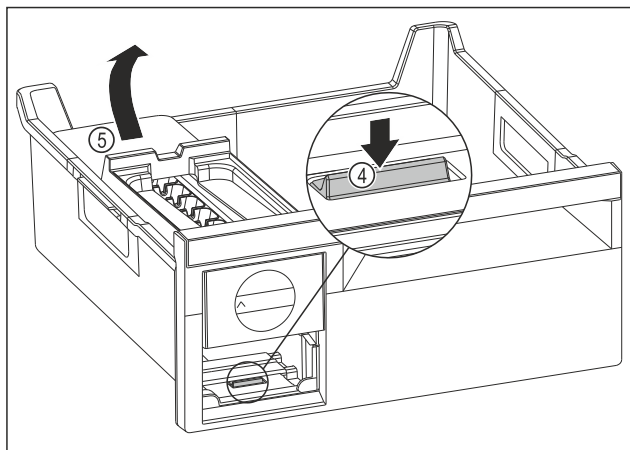

Fig. 121
- ▶ Odstranjevanje glavnega dela EasyTwist-Ice: Spono Fig. 121 (4) s prstom potisnite navzdol in hkrati z drugo roko glavni del EasyTwist-Ice Fig. 121 (5) od zadaj dvignite.